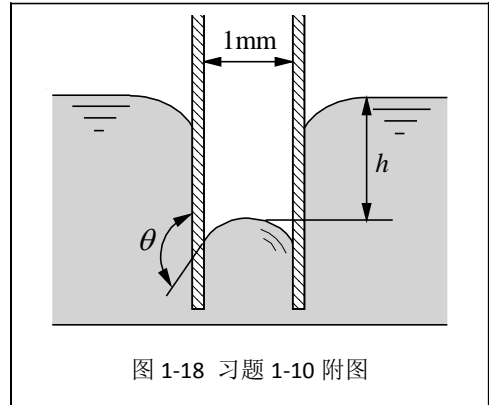

图 1-18 习题 1-10 附图
**1-10** 图 1-18 所示为插入水银中的两平行玻璃板，板间距  $\delta = 1 \text{ mm}$ ，水银在空气中的表面张力  $\sigma = 0.514 \text{ N/m}$ ，与玻璃的接触角  $\theta = 140^\circ$ ，水银密度  $\rho = 13600 \text{ kg/m}^3$ 。试求玻璃板内外水银液面的高度差  $h$ 。